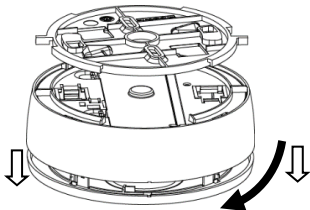

Figura 13
1. Remova o detetor do suporte girando-o no sentido anti-horário (*ver Figura 13*).